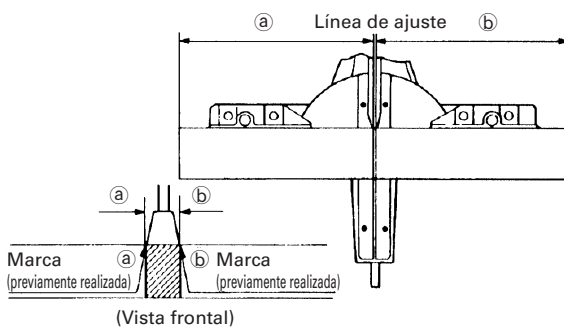

Fig. 21
- (1) Como se muestra en la Fig. 21, la anchura de la hoja de sierra es la de corte. Por lo tanto, deslice la pieza de trabajo hacia la derecha (vista desde la posición del operador) cuando desee la longitud **b**, o hacia la izquierda cuando desee la longitud **a**.
- (2) Cuando la hoja de sierra haya alcanzado la velocidad máxima, empuje cuidadosamente hacia abajo la empuñadura hasta que la hoja de sierra se acerque a la pieza de trabajo.
- (3) Cuando la hoja de sierra haya entrado en contacto con la pieza de trabajo, empuje gradualmente hacia abajo la empuñadura para cortar dicha pieza.
- (4) Después de haber cortado la pieza de trabajo con la profundidad deseada, desconecte la alimentación de la herramienta eléctrica y deje que la hoja de sierra se pare completamente antes de levantar la empuñadura de la pieza de trabajo para devolverla a su posición de completamente retraída.